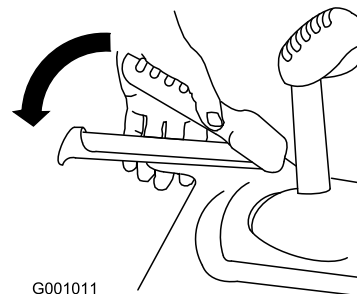

Рисунок 28
1. Для включения привода тяги прижмите левый рычаг (тяги) к рукоятке (Рисунок 28).